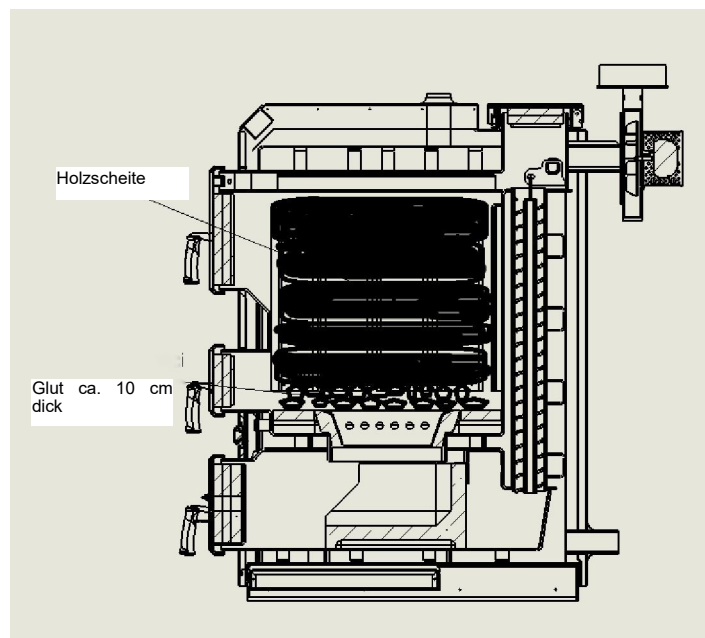

Abb. 9
**ACHTUNG!! Schalten Sie die Steuerung während des Ladens nicht aus. Der Kessel ist mit einem Rauchabzug ausgestattet, der die Rauchgase während der Beladung ableitet. (Abb. 9 ). Vergewissern Sie sich nach dem Einlegen der Holzscheite, dass die Kesseltür fest verschlossen ist. Es ist verboten, die Tür vom Zeitpunkt der Beladung an zu öffnen, bis die Steuerung in den Zustand der Abschaltung übergeht.**